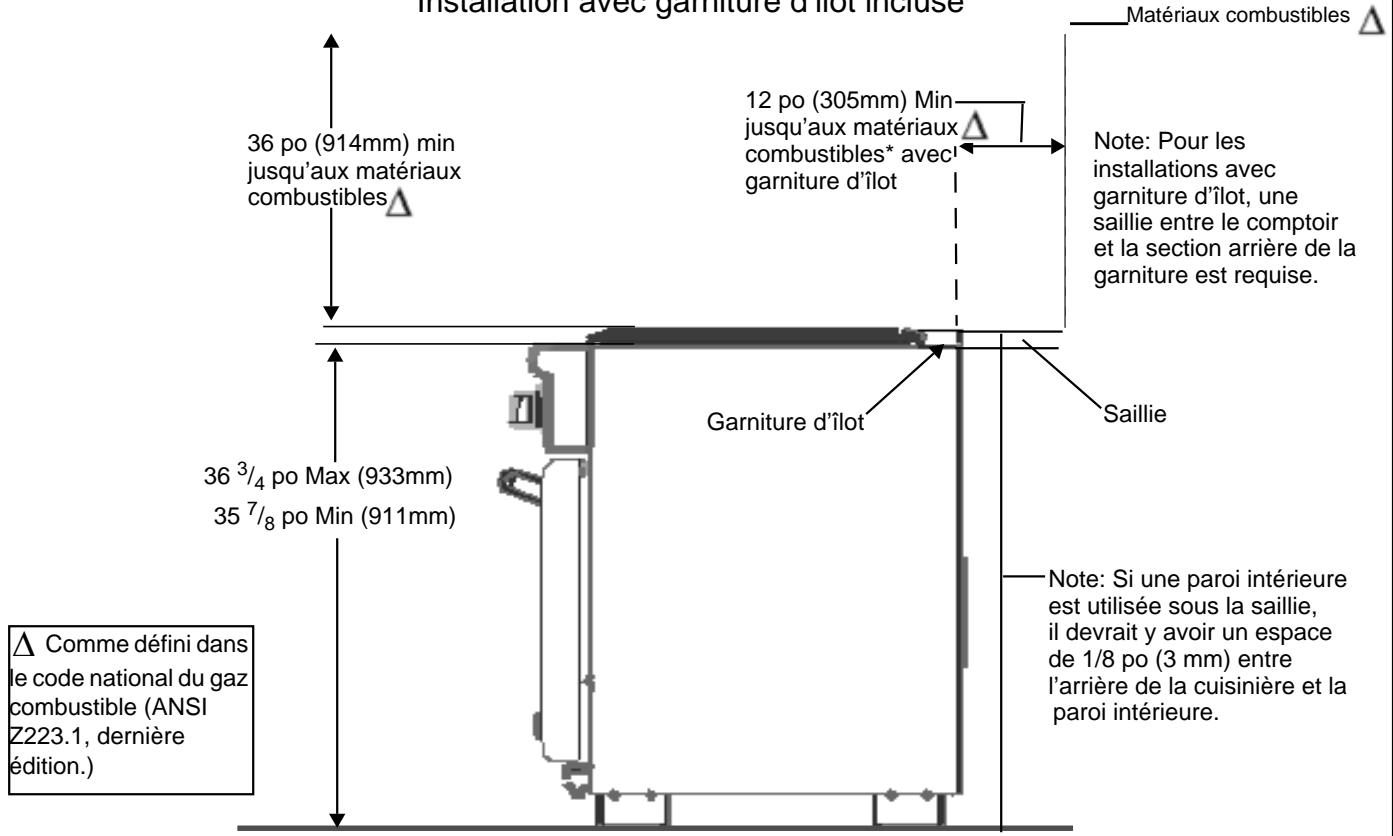

Figure 2: Vue latérale des espaces libres
Pour une installation en îlot ou toute autre installation où l'espace libre horizontal entre les matériaux combustibles et l'arrière de la cuisinière est de plus de 12 po (305 mm), une garniture d'îlot est fournie (consultez la Figure 2). Vous devez acheter séparément et installé dosseret bas ou une étagère haute THERMADOR^{mc} lorsque l'espace libre horizontal est inférieur à 12 po (305 mm).
- Si la distance horizontale entre un matériau combustible* situé à l'arrière de la cuisinière et la table de cuisson est de moins de 12 po (305 mm), un dosseret bas ou une tablette haute THERMADOR^{mc} doit être installé (voir Figure 2). Lorsque l'espace libre entre la cuisinière et le matériau combustible est de plus de 12 po (305 mm), la garniture d'îlot
THERMADOR^{mc} fournie peut être utilisée. La Figure 2 indique l'espace libre nécessaire pour chaque type de dosseret.